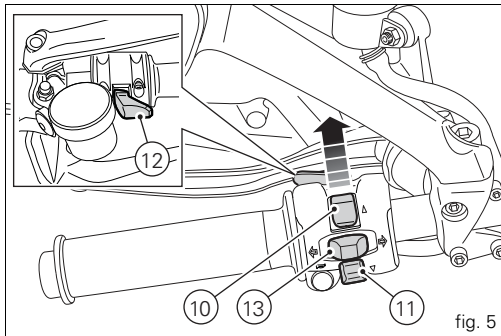

fig. 5
- 10) CONTROL SWITCH (fig. 5)
- 11) CONTROL SWITCH (fig. 5)
- 12) HIGH-BEAM FLASH BUTTON FLASH (fig. 5)
- 13) RESET BUTTON (fig. 5).